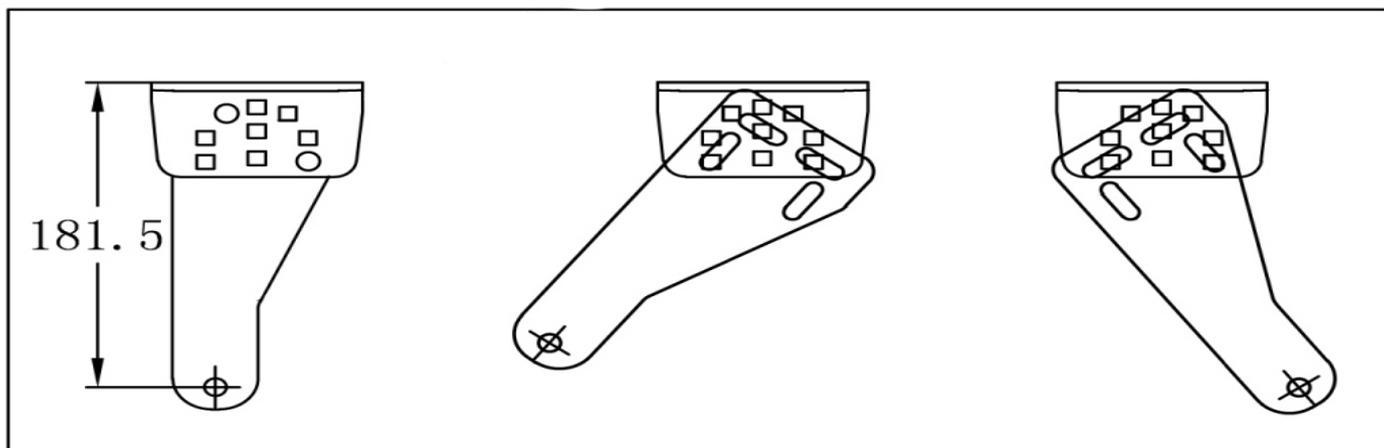

Рис. 3 Варианты сборки заднего кронштейна привода
- Определив монтажные размеры А и В и место размещения заднего крепления на столбе, выберите вариант сборки заднего крепления (Рис. 3). При необходимости кронштейн заднего крепления подрежьте до нужного размера. В случаях если длины кронштейна не достаточно, используйте подручные материалы для удлинения заднего крепления.